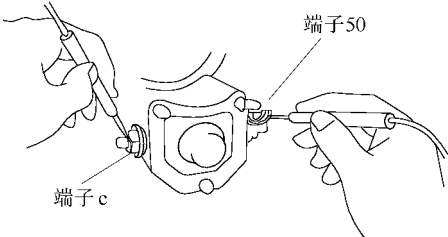

图 6-23 检查端子 50 和端子 c 是否导通
(1) 进行拉入线圈的开路试验。使用欧姆表检查端子 50 和端子 c 之间是否导通，如图 6-23 所示。